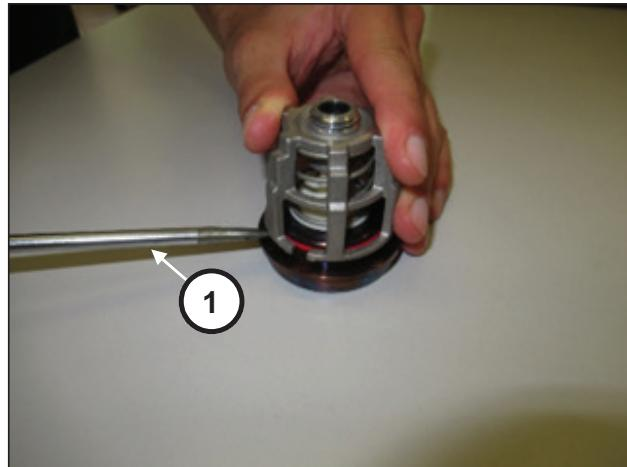

图 97
使用简单的工具(位置①, 图 97)撬动吸入阀组和排出阀组来拆卸它们。